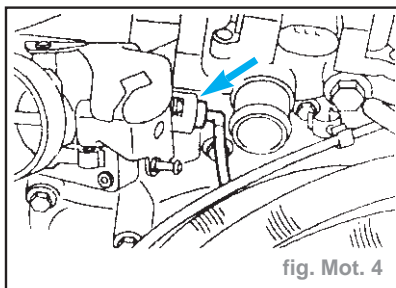

fig. Mot. 4
- Déposer le tuyau de dépression de cartouche à charbon actif (fig. Mot. 4).